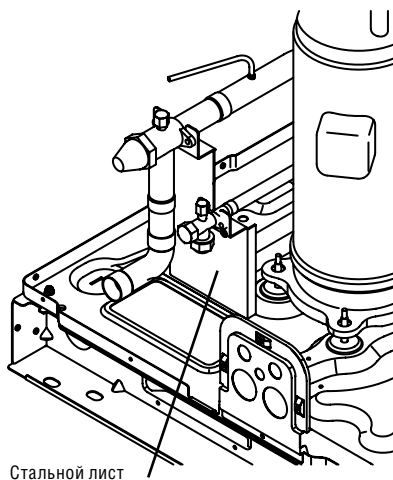

Рис. 4-7.
- Перед пайкой трубопровода проложите стальной лист за вентилями во избежание повреждения блока пламенем горелки, как показано на рис. 4-7.